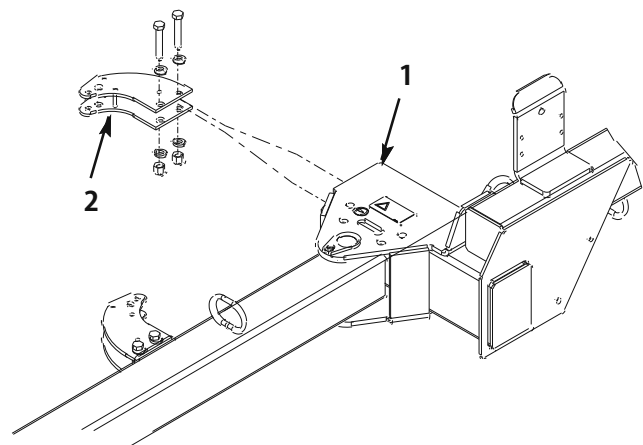

図3
1. キャップスクリュー (1/2-13 x 2-3/4"; 2本), 平ワッシャ (0.531 x 0.063; 4枚) とロックナット (1/2-13; 1個) を使って、後アクチュエータ・タブをスイーパのフレームに取り付ける。各部が図3 のようになる。